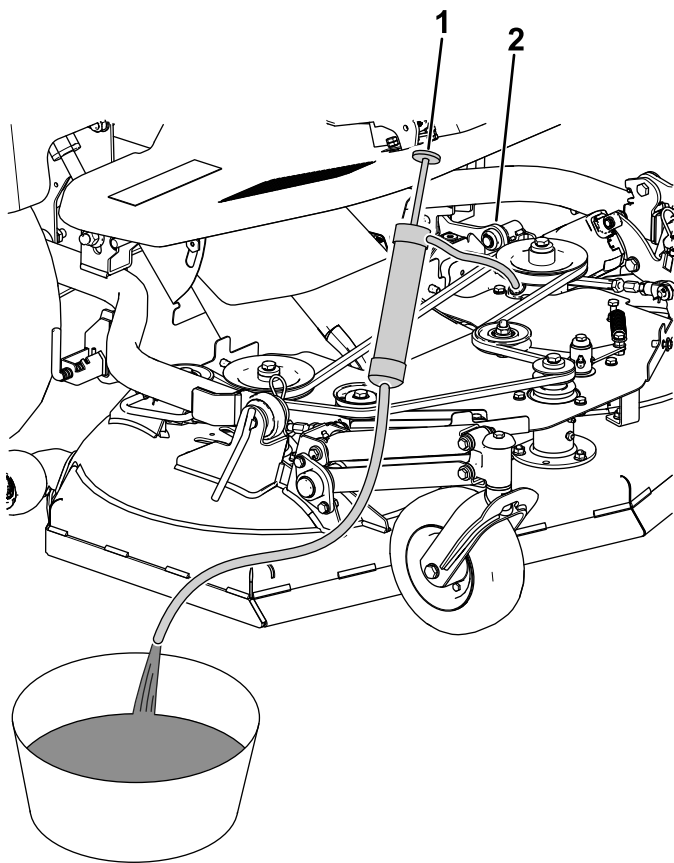

Figura 96
3. Con un sifón, extraiga el aceite de la caja de engranajes (Figura 96).